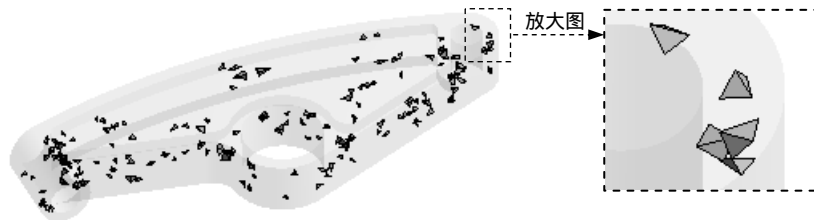

图 4.5.3 四面体单元
- ◆ Tet10 图例：表示 10 单元节点的四面体单元，单击图表中对应颜色的柱状图，在图形区显示所有四面体单元，如图 4.5.3 所示。